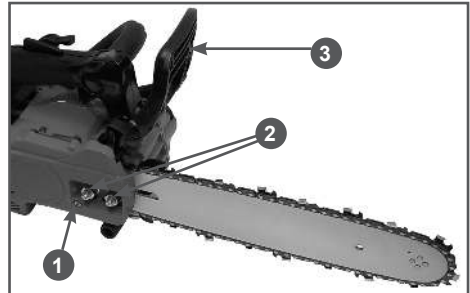

Рис. 2 Снятие крышки шины
1. Перед установкой шины и цепи убедитесь в том, тормоз цепи находится в расторможенном положении. Для этого рукоятку тормоза (3) Рис. 2 потяните на себя до щелчка.
2. Открутите гайки крепления крышки шины (2) и снимите крышку шины.
4. Прокручивая винт шестерни (1) Рис. 2 против часовой стрелки, установите палец натяжения цепи в крайнее левое положение.